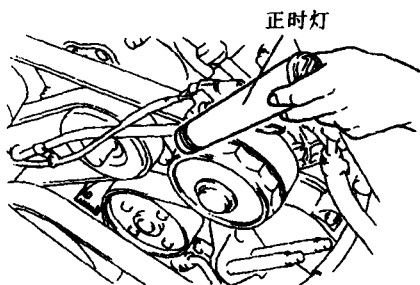

图 8 将点火正时灯放在正确的位置
2.2 点火正时调节步骤 (参见图 8)
8) 正时灯对准正时标记, 正时应为 $12^\circ \pm 1^\circ$ (参见图 8)。
8) 将正时灯对准正时标记, 点火正时应为 $10^\circ \pm 1^\circ$ (参见图 8)。
7) 检查曲轴带轮上正时标记 (白色) 的对齐指示针。将正时灯对准正时标记, 点火正时应为 $0^\circ \pm 1^\circ$ (参见图 8)。